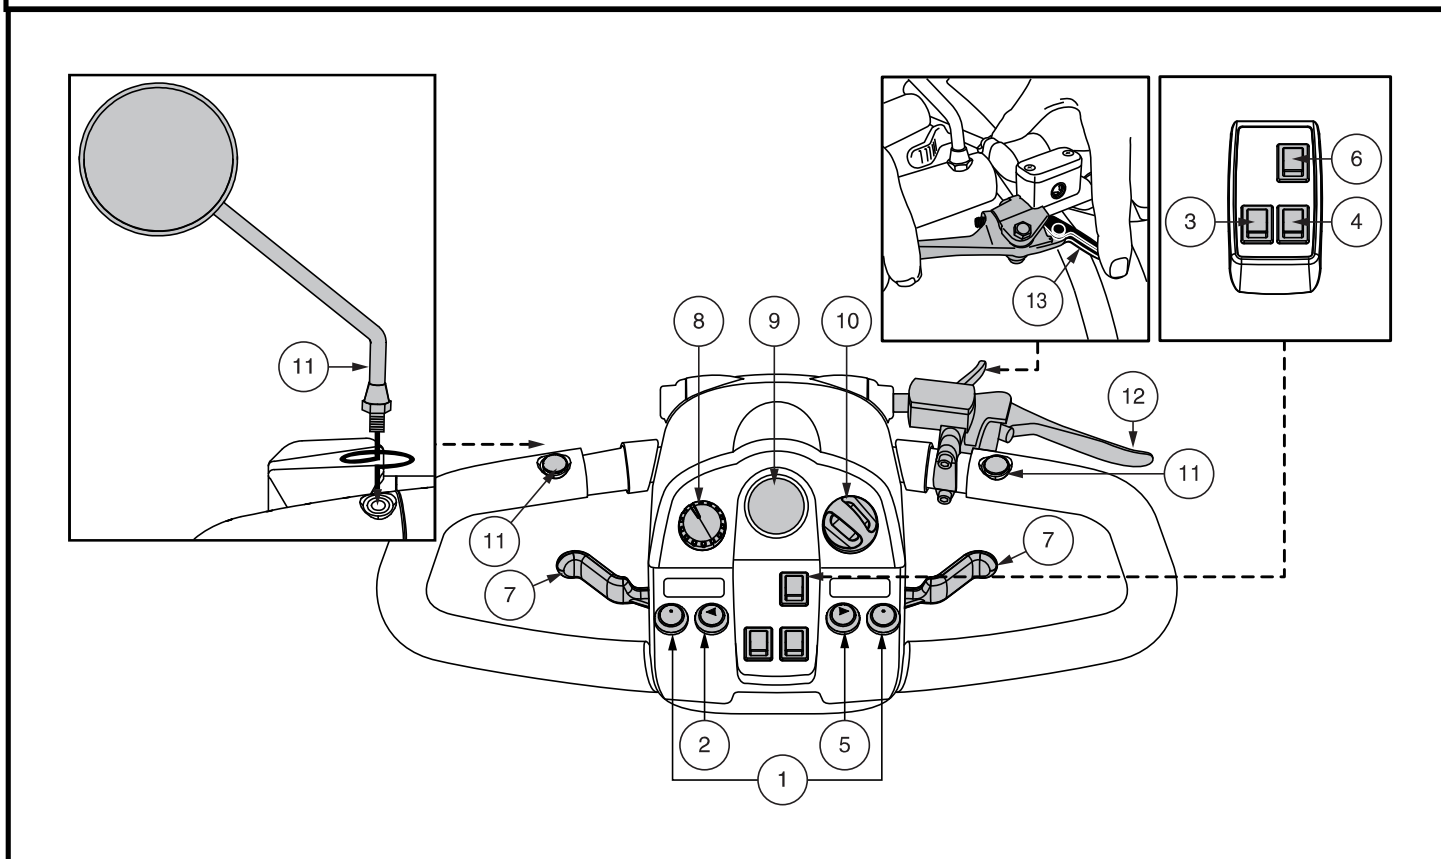
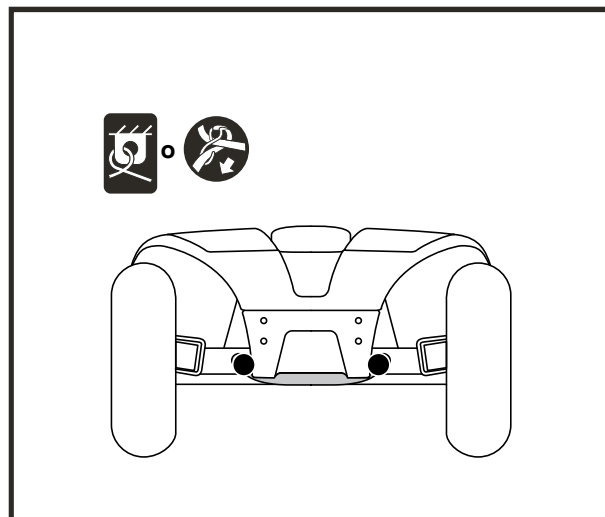

Figura 1. Componenti console manubrio
Figura 7. Punti di fissaggio anteriore (Identificati dai punti neri)
La console manubrio ospita tutti i comandi necessari per la guida dello scooter, compresa la regolazione della velocità, la chiave accensione, l'indicatore livello batterie, i pulsanti clacson, l'indicatore delle frecce, la leva freno manuale, la leva regolazione manubrio, e la leva di controllo dell'acceleratore. Si noti che alcune delle caratteristiche elencate in questa sezione sono voci opzionali e potrebbero non essere presenti sul vostro scooter. **Vedere figura 1.**
Questa leva attiva l'arresto di emergenza. In movimento, rilasciare la leva dell'acceleratore e tirare delicatamente la leva del freno a mano per fermarsi. L'efficacia del freno a mano può essere modificata stringendo o allentando la vite di arresto situata sulla leva del freno a mano. Vedere figura 1.
Lo scooter è dotato di una leva del freno a mano che si trova sulla barra del timone. **Vedere la figura 1 e la figura 3.** Questa leva fornisce ulteriore potenza di arresto. Il freno a mano è manuale e funziona indipendentemente dal sistema di frenata rigenerativa dello scooter che viene inserito durante il funzionamento dello scooter rilasciando la leva di comando dell'acceleratore.
**NOTA:** se il freno a mano è dotato di una funzione di blocco come mostrato nella figura 1 o nella figura 7, è possibile attivare la funzione di blocco del freno premendo la leva del freno a mano e ruotando o spingendo la leva di blocco per innestare il blocco. Per rilasciare il blocco del freno a mano, premere a fondo la leva del freno a mano. Vedere figura 1 o figura 7.